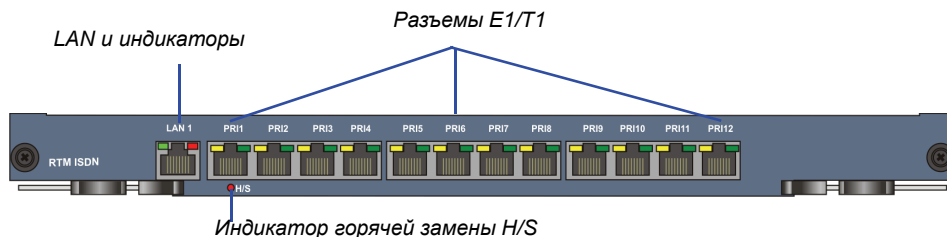

Рис. 1-12 Компоновка задней панели RTM ISDN RMX 4000
- В любой из 12 разъемов можно подключить 7 линий E1 или 9 линий T1 PRI, как показано на Рис. 1-12